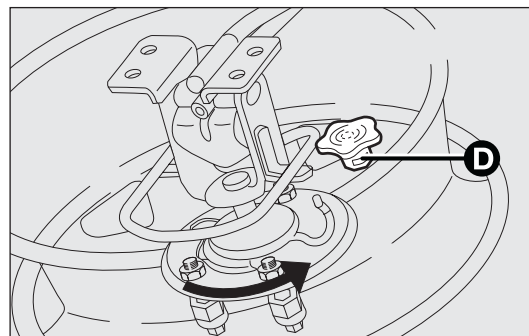

fig. 175
- raccrocher la roue au support en la tournant jusqu'au bout de la boutonnière (comme l'indique la fig. 175) et visser le pommeau D ;